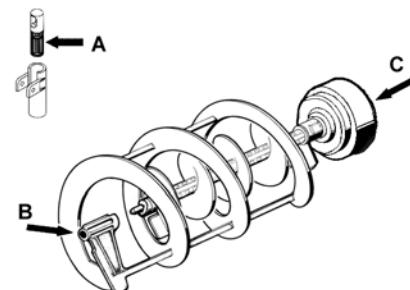

figure 11
- 2 Lubrifier le piston du robinet, le racloir intérieur et le racloir extérieur (aux points A, B et C indiqués en figure 11) en utilisant uniquement la graisse fournie par le fabricant ou d'autres **graisses à usage alimentaire**.